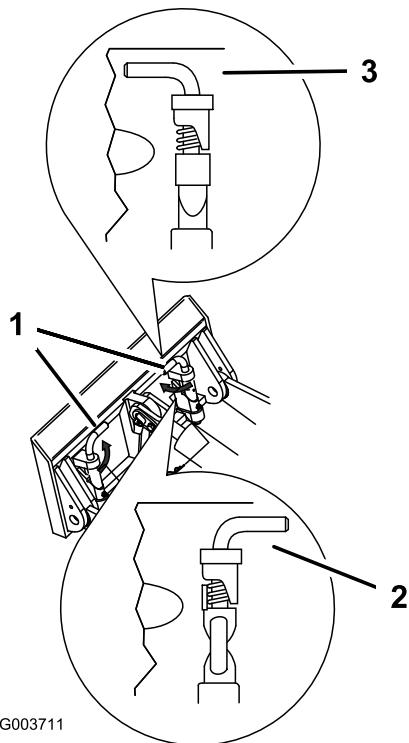

Figura 16
7. Inserite i perni ad attacco rapido, verificando che siano completamente inseriti nella piastra di appoggio (Figura 16).